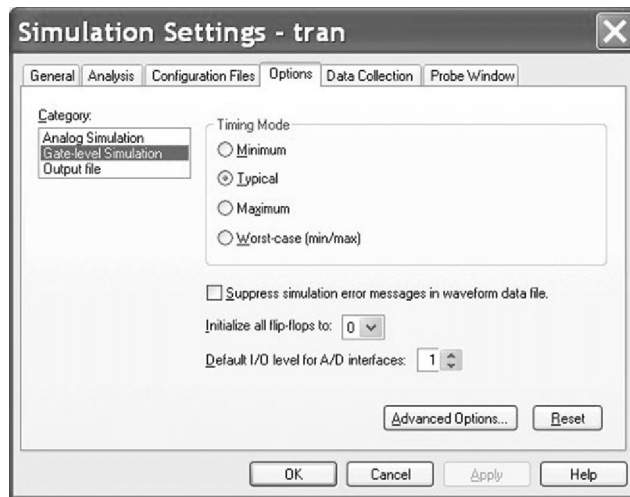

图 19.4 触发器的初始值设置为 0 电平
2. 对电路进行瞬态仿真分析设置，运行时间为 5μs。在仿真设置窗口中选择 Options 选项，如图 19.4 所示，选择 **Category > Gate - level Simulation**，然后设置触发器的初始值 Initialize all flip-flops 为 0。仿真设置完成后关闭窗口。